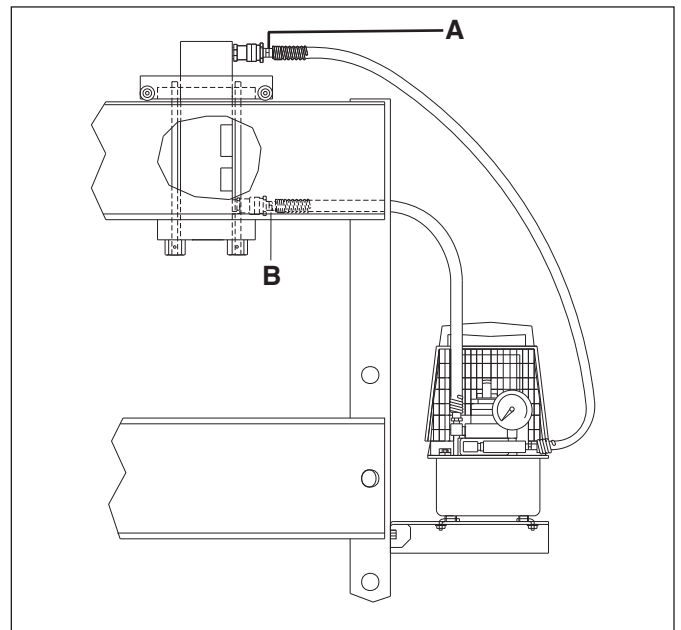

Figura 5. Conexiones hidráulicas para cilindros de doble acción
4.2 Cilindros de doble acción (Consulte la Figura 5)